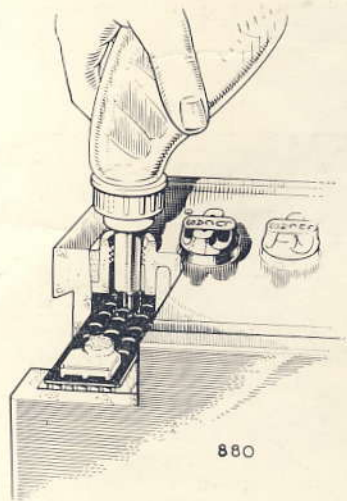

Fig. 35
**Batteria (Fig. 34 e Fig. 35)**
Per questa operazione è particolarmente utile l'apposito recipiente (Fig. 35). Accertarsi che il recipiente contenga acqua distillata ed inserire il beccuccio dentro i rispettivi fori della batteria; riempire sino al livello sopra indicato.